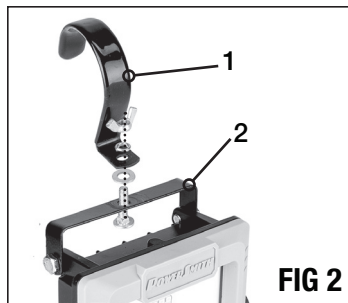

FIG 2
INSTALLATION DU CROCHET (FIG 2)
Installez le crochet métallique fourni (1) sur le support (2) en utilisant le boulon, les rondelles et l'écrou, comme illustré à la FIG. 2.